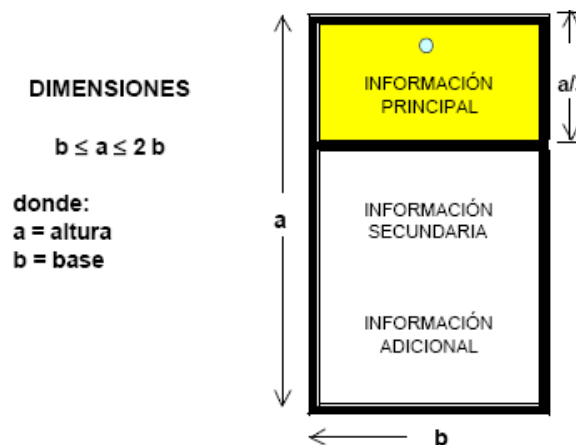

Figura A1
1.2 Las dimensiones de las tarjetas de aviso deben ajustarse a lo indicado en la figura A1.